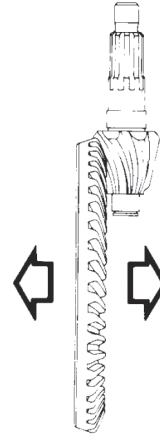

Figura 94
- E - If necessary increase or reduce the gearing gap, by loosening the adjusting ring on the right side and in the same proportion tightening the left side or vice versa, as required (figura 94).
- D- Si es necesario aumentar o disminuir la holgura de acoplamiento, afloje el aro de ajuste lado derecho y en la misma proporción apriete el lado izquierdo o vice-versa conforme la necesidad (figura 94).